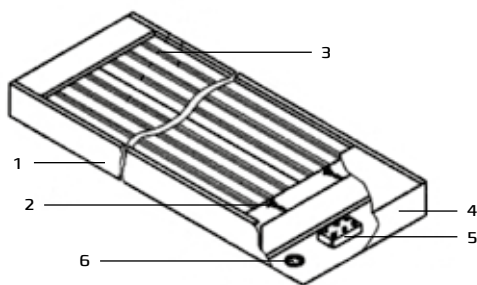

Рисунок 1
4. Комплект монтажных деталей находится внутри обогревателя под съемной крышкой 4 (см. рис. 1). В комплект входят две цепи [11 звеньев для обогревателя RИH-R800G и RИH-R1000G и 15 звеньев для обогревателя RИH-R2000G] и четыре карабина.